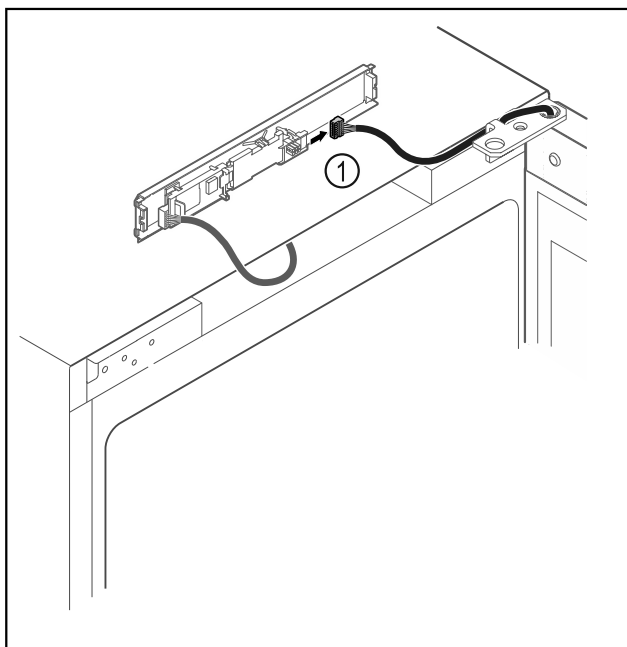

Fig. 7
- Desenchufar el conector Fig. 7 (1) de la platina.